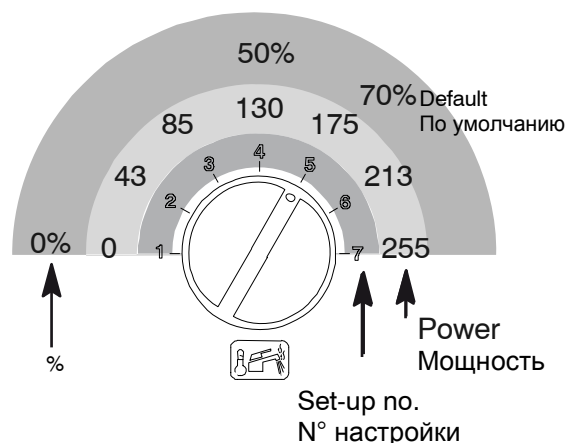

Fig. 6.7
- 16 Check the ignition gas pressure by setting dip-switch "3" (Fig. 6-7) to the OFF position. Compare the value on the gauge with the value indicated in the sections 4.4, 4.5 and 4.6 (gas pressures at the burner), accordingly with the model of boiler installed. If the ignition gas pressure is not set correctly see section 6.7 in this manual for the adjustment procedure. If ignition gas pressure is correct switch dip-switch "3" to the ON position.
- 16 Проверьте давление розжига газа переместив переключатель "3" (рис. 6.7) в положение OFF. Сравните значение на измерительном приборе с показателями, указанными в разделах 4.5, 4.6 и 4.7 (давление газа на горелке) в соответствии с выбранной моделью котла. Если давление газа на розжиге выбрано неправильно, см. раздел 6.7 настоящего руководства для настройки. Если давление газ на розжиге выбрано правильно, переместите переключатель "3" в положение ON.
- 24 To change the set-up, turn the sanitary fixture temperature adjustment knob on Fig. 6.7 and set it to the required time (in the example figure, the knob is set to position 5 – see also the table on the boiler handbook, chapter Gas adjustment check); blockage signal LED will flash quickly.
- 24 Для изменения настройки повернуть рукоятку регулирования температуры ГВС в Fig. 6.7 и установить на выбранное время (на иллюстрации *пример* рукоятка установления на пятую позицию, смотреть также таблицу в руководстве бойлера, Глава *Проверка, настройка газа*), при этом быстро мигает индикаторная лампа блокирования.